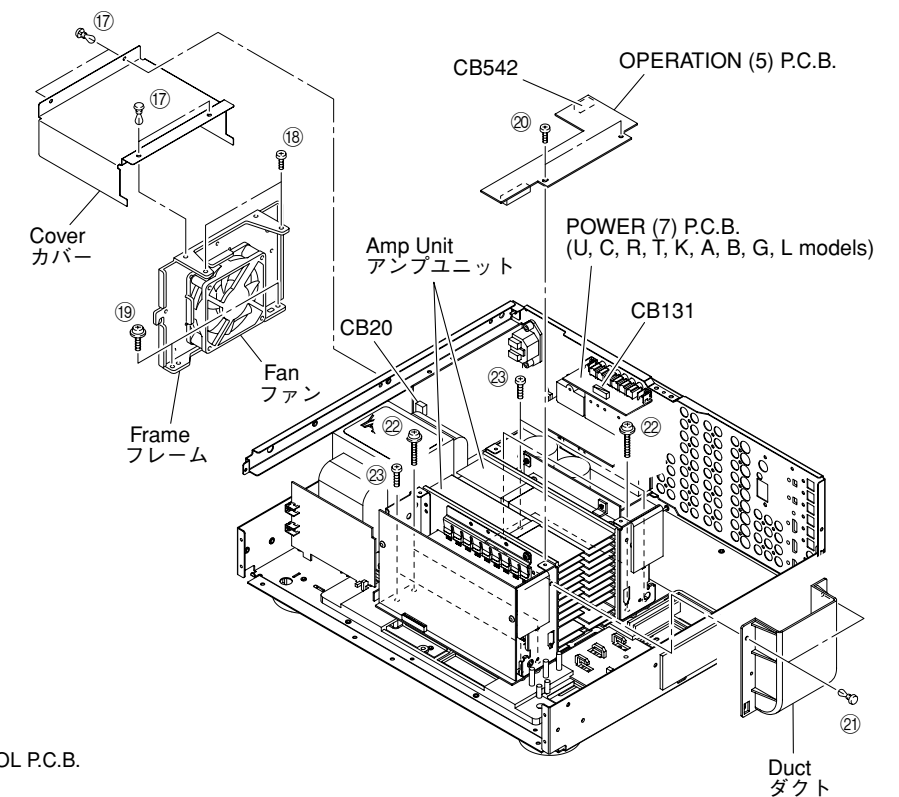

Fig. 5
- Remove 4 push rivets (17) and then remove the Cover. (Fig. 5)
- Remove 2 screws (18) and 2 screws (19). (Fig. 5)
- Remove the Fan together with the frame by lifting them up. (Fig. 5)
8. Removal of OPERATION (5) P.C.B.
- Remove 2 screws (20). (Fig. 5)
- Remove CB542, CB131. (Fig. 5)
- Remove the OPERATION (5) P.C.B. which is connected directly to the lower P.C.B. with connectors. (Fig. 5)
- Remove 2 push rivets (21) and then remove the Duct. (Fig. 5)
- Remove 4 screws (22) and 4 screws (23). (Fig. 5)
- Remove the Amp Unit. (Fig. 5)
- 17のプッシュリベット4本を外し、カバーを外します。(Fig. 5)
- 18のネジ2本、19のネジ2本を外します。(Fig. 5)
- CB20を外します。(Fig. 5)
- ファンをフレームといっしょに上方に取り外します。(Fig. 5)
- 20のネジ2本を外します。(Fig. 5)
- CB542を外します。(Fig. 5)
- OPERATION(5)P.C.B.を取り外します。下方のP.C.B.と直接コネクタ接続されています。(Fig. 5)
- 21のプッシュリベット2本を外し、ダクトを外します。(Fig. 5)
- 22のネジ4本、23のネジ4本を外します。(Fig. 5)
- アンプユニットを取り外します。(Fig. 5)